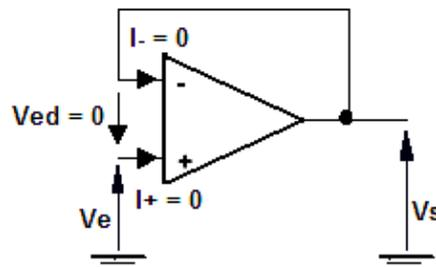

Figure 1
6.4.1. Suiveur de tension – figure 1